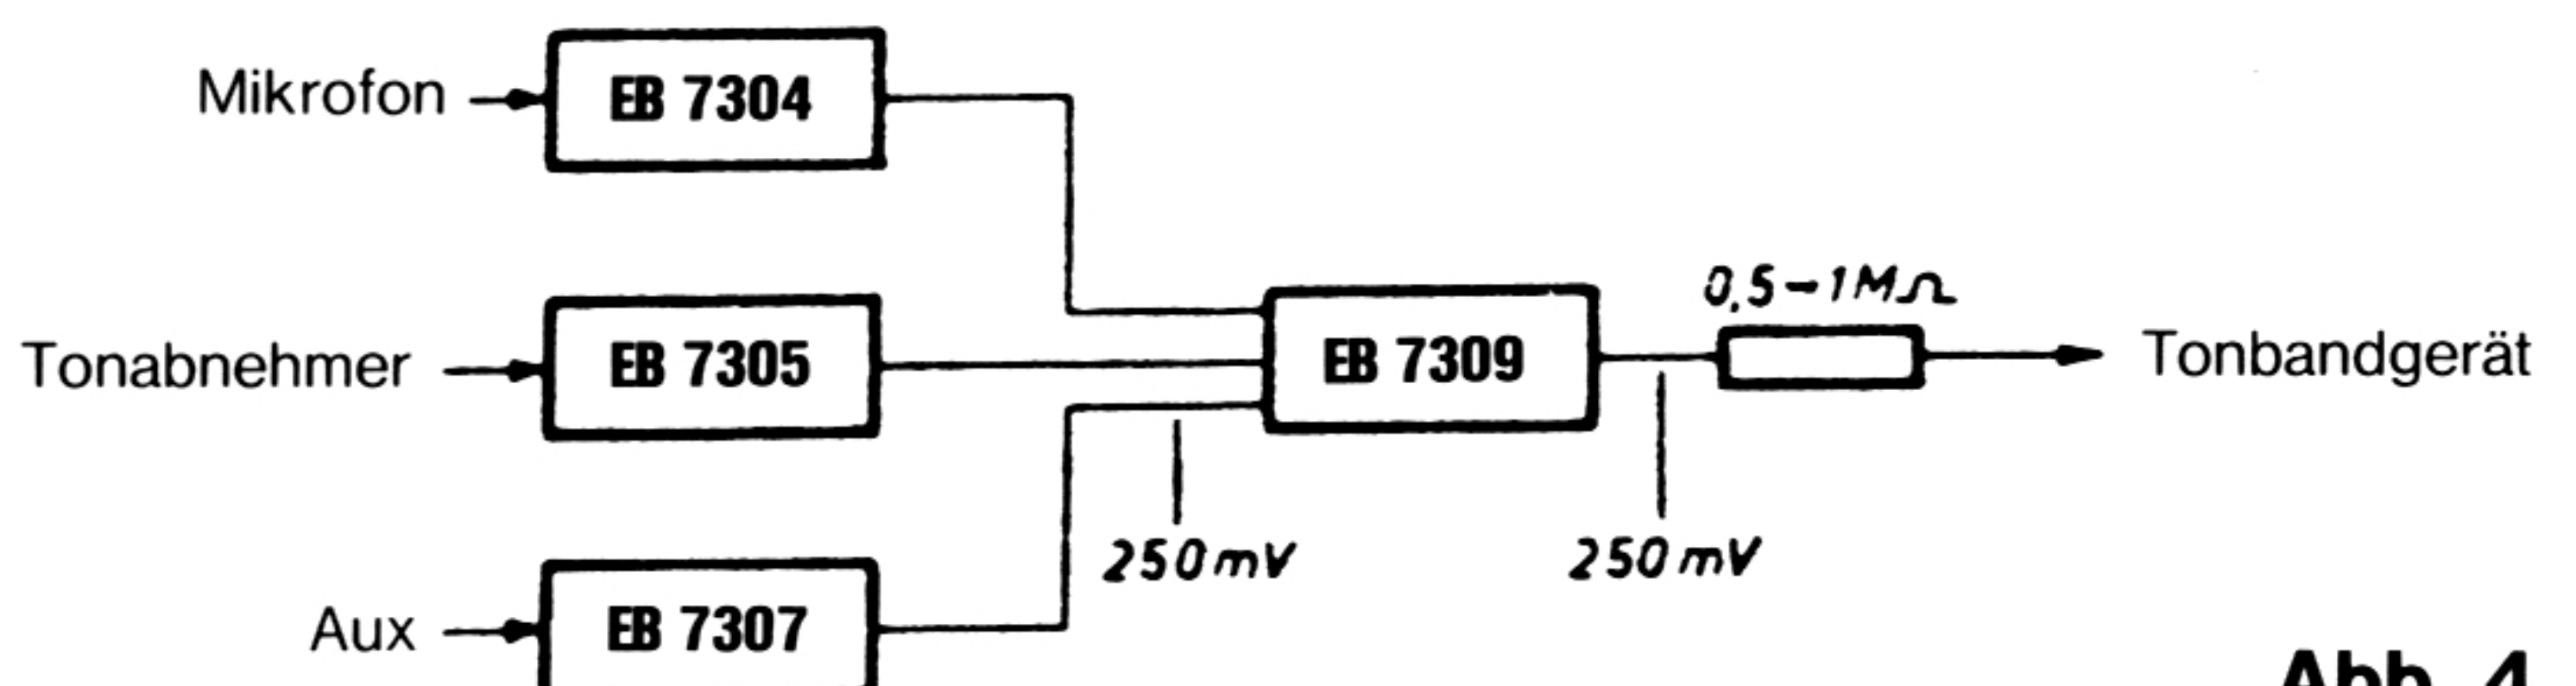

Abb. 4
2. Am Ausgang des Zweifach-Summenverstärkers EB 7309/EB 7310 bzw. am Ausgang der nachgeschalteten Klangregereinheit. In diesem Falle nehmen Sie das gemischte Signal aller Eingangs-Signalquellen auf. Diese Belegung hat den Vorteil, daß Sie unabhängig von der Lautstärke des Endverstärkers mit-schneiden können (Abb. 4).
Andere Anwendungen der Mischeinheiten als in einem kompletten großen Mischverstärker sind selbstverständlich auch möglich. In Abb. 4 wird z. B. ein einfacher Stereo-Mischverstärker gezeigt, mit dem man sehr gut Tonband- oder Cassetten-Aufnahmen herstellen kann. Die Vorverstärker-Einheiten sind dabei mit dem Zweifach-Summenverstärker verbunden, der das Mischsignal über einen 1 MOhm-Widerstand (pro Kanal) an den Tonband-Eingang, den sogenannten Dioden-Eingang, abgibt.